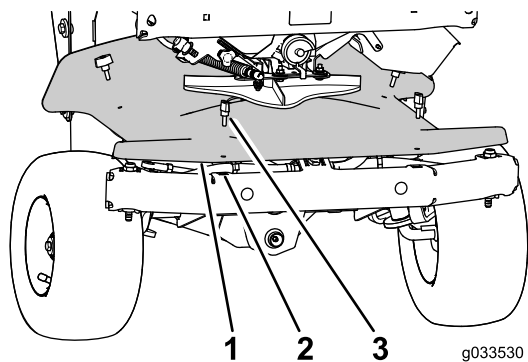

図 32
- 前方カバーインペラの下をシャーシに固定しているサムスクリュー 4 本を外してカバーを外す **図 32**。